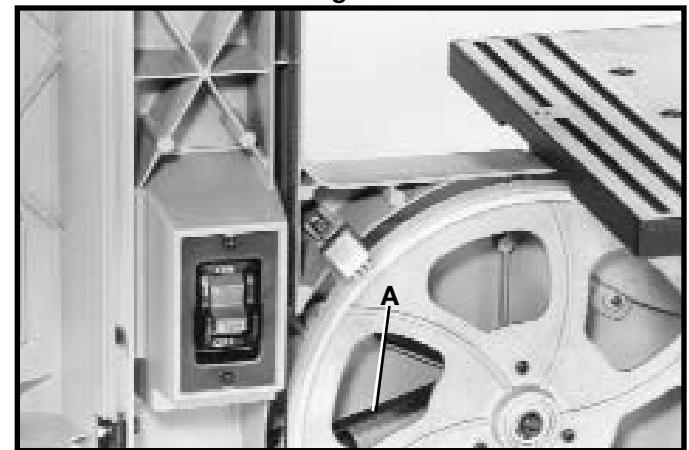
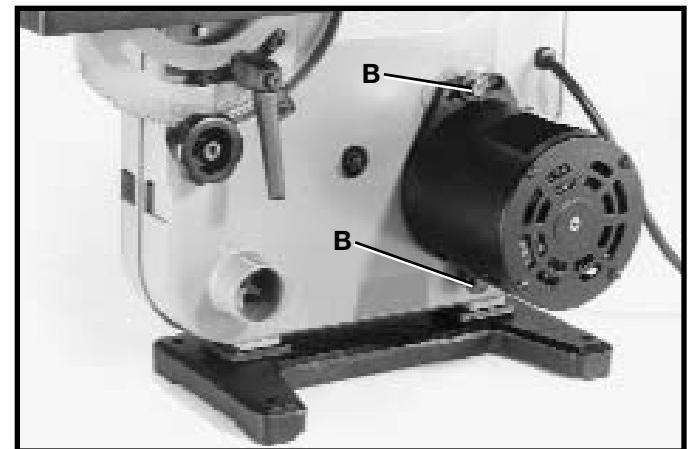

Fig. 29
Fig. 30
La correa (A) Fig. 29, acciona la polea de la sierra desde la polea del motor. La tensión correcta de la correa (A) es cuando hay una deflexión de aproximadamente 1/4 pulg. en el tramo central de la correa (A) presionando ligeramente con el dedo. Si la tensión de la correa requiere ser ajustada, afloje los dos tornillos (B) Fig. 30, y gire el motor en la manera correspondiente. Apriete los tornillos (B) cuando el ajuste haya sido completado.